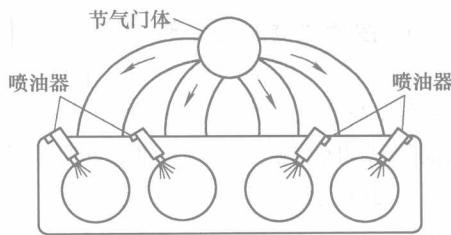

图 1-6 缸内喷射系统
2) 缸内喷射。缸内喷射系统(图 1-6)是指将高压燃油直接喷到气缸内。类似于柴油机的燃油缸内喷射，由于对喷油器有耐高温、高压的要求且发动机设计上喷油器的安装空间等困难，使用不是很多。不过这种喷射技术使用特殊的喷油器，燃油喷雾效果更好，并可在缸内产生浓度渐变的分层混合气，改善燃烧质量，因此越来越受人重视。相信会是未来的一种发展趋势。